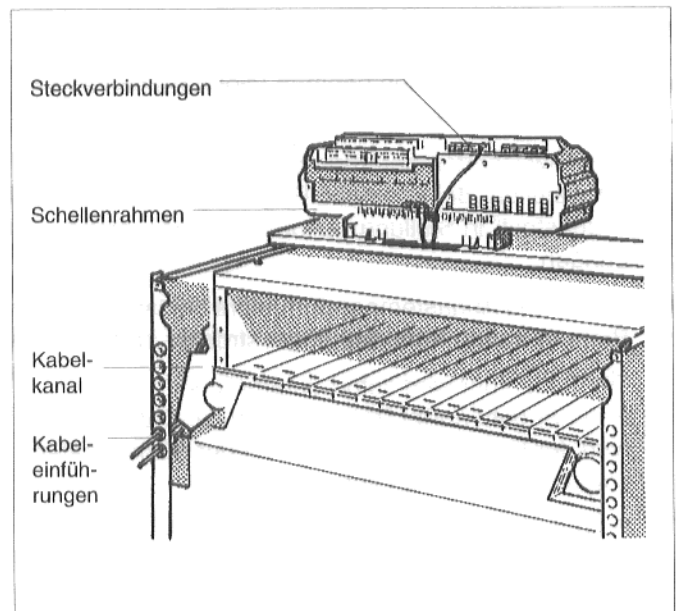
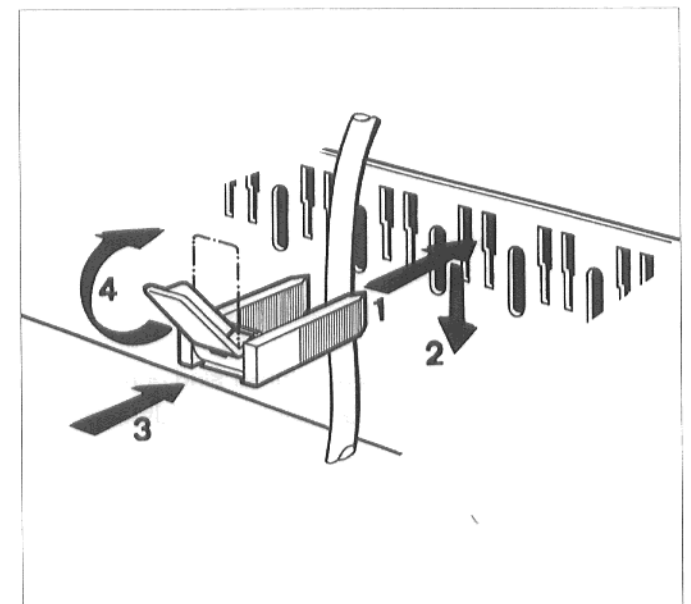

Abb. 7: G\_324
Abb. 9: Leitung mit Kabelschelle sichern
- Abgastemperaturfühlerleitung mit der Anschlußseite von hinten durch eine der Kabeleinführungen im Kabelkanal verlegen und durch die Öffnung in der vorderen Kesselhaube zum Regelgerät führen (Abb. 7).
- Anschluß nach Schaltplan an der Steckverbindung herstellen (Abb. 7).
- Kabelschelle mit eingelegter Leitung von oben in die Schlitz des Schellenrahmens (Abb. 7) einsetzen; der Steg des Hebels muß dabei nach oben zeigen. Kabelschelle herunterschieben und gegen drücken. Hebel nach oben umlegen (Abb. 9).